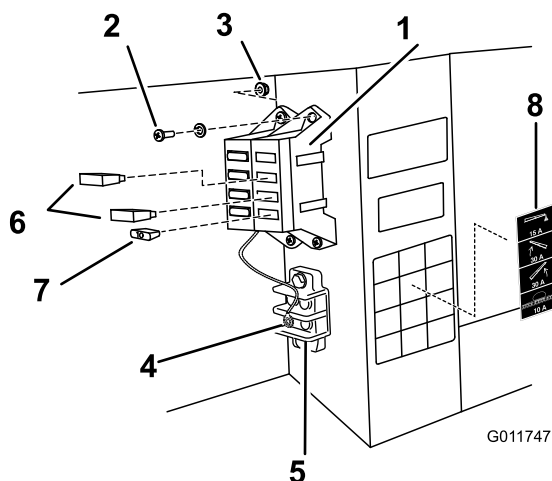

Figura 12
8. Conecte el cable negro de tierra al perno de 1/4 pulgada situado en el bastidor del vehículo, usando la arandela de estrella (Figura 12).
10. Instale el bloque de fusibles y el mazo de cables al bastidor junto al bloque de fusibles existente, usando los dos tornillos (N° 10-24 x 3/4 pulgada) y las dos contratuercas (N° 10-24) según se muestra en Figura 12.
- A. Instale los dos disyuntores térmicos de 30 amperios en las ranuras de los fusibles de elevación de los brazos izquierdo y derecho (Figura 12).
- B. Instale el fusible de 10 amperios en la ranura del sistema de pulverización (Figura 12).